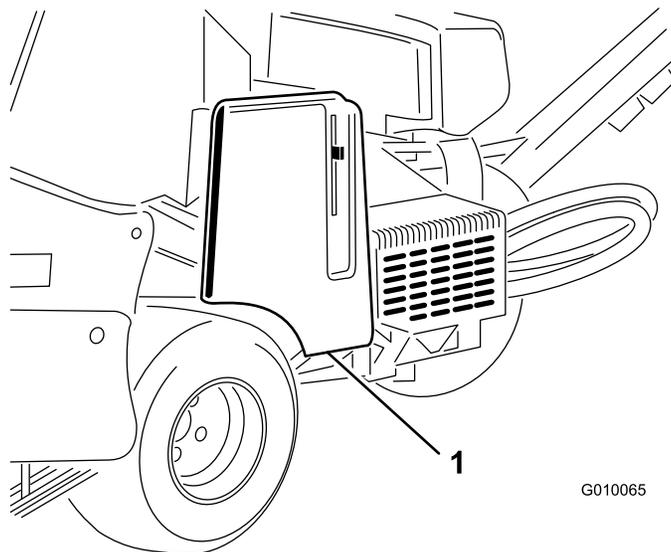

Рисунок 55
2. Расфиксируйте и снимите крышку ремня (Рисунок 55).